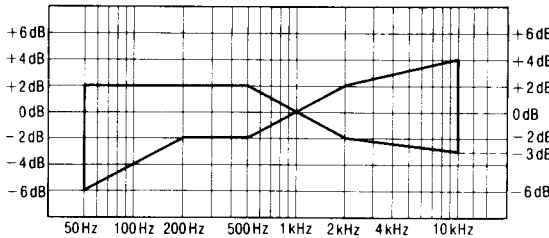

Abb. 7
3. Das in Schritt 2 aufgezeichnete Signal wiedergeben und prüfen, ob der Pegel jeder Ausgangsfrequenz im Bereich liegt, der in Abb. 7 im Vergleich zur Referenzfrequenz (1kHz) gezeigt wird.